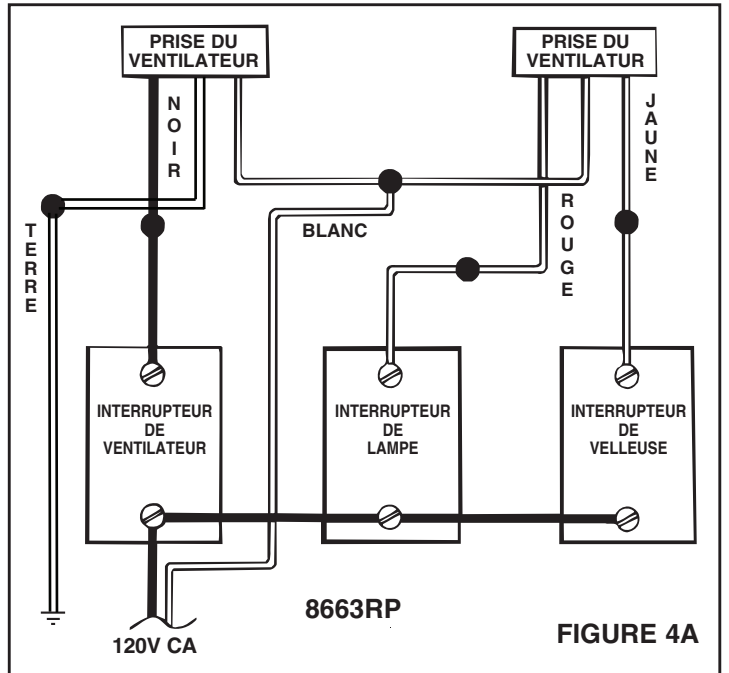

FIGURE 4A
4. Voir Figure 4A. (pour le modèle 8663RP) Relier les câbles blancs des prises du ventilateur et d'éclairage au câble blanc d'alimentation générale (neutre.) Relier le câble noir au câble provenant de l'interrupteur du ventilateur. Relier le câble rouge au câble provenant de l'interrupteur de la lampe. Relier le câble jaune au câble provenant de l'interrupteur de la veilleuse.